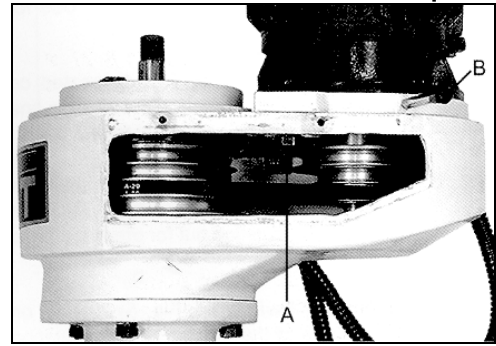

Рис.5
- поворотом рукояток А и В (Рис.5) ослабить прижимные гайки двигателя;